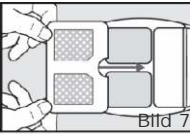

Bild 7
Positionieren Sie die Klebeelektroden mit der klebenden Außenseite auf den beiden schwarzen Gummipads ⑤ auf der Geräterückseite, so dass sich die Flächen der schwarzen Pads und der Klebeelektroden decken (Bild 7).